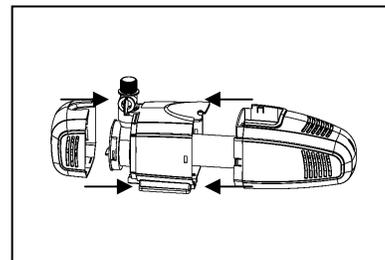

Fig. 15
10. Vuelva a montar todos los componentes. Fig. 15